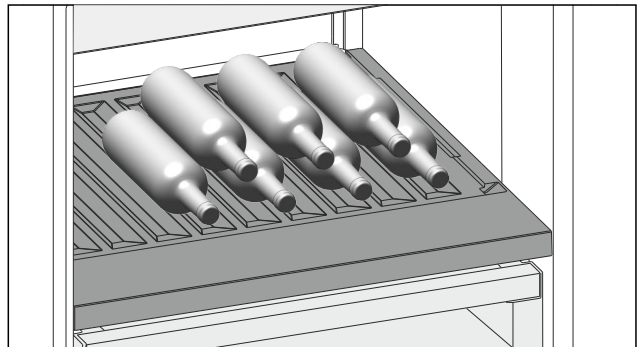

Fig. 195 Représentation à titre d'exemple
- Placer les bouteilles avec le fond orienté vers la paroi arrière de l'appareil. (voir Fig. 195)